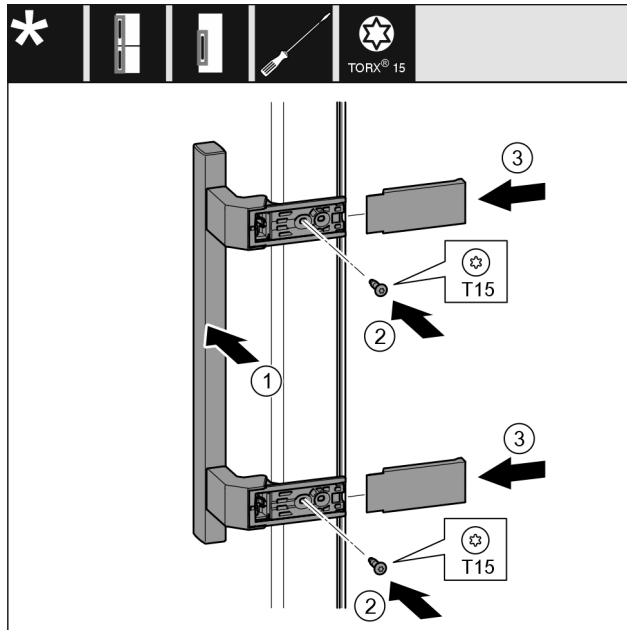

Fig. 55
- Установите ручку Fig. 55 (1) на противоположной стороне.
- Затяните винты Fig. 55 (2) отверткой.
- Установите крышки Fig. 55 (3) сбоку и надвиньте их.